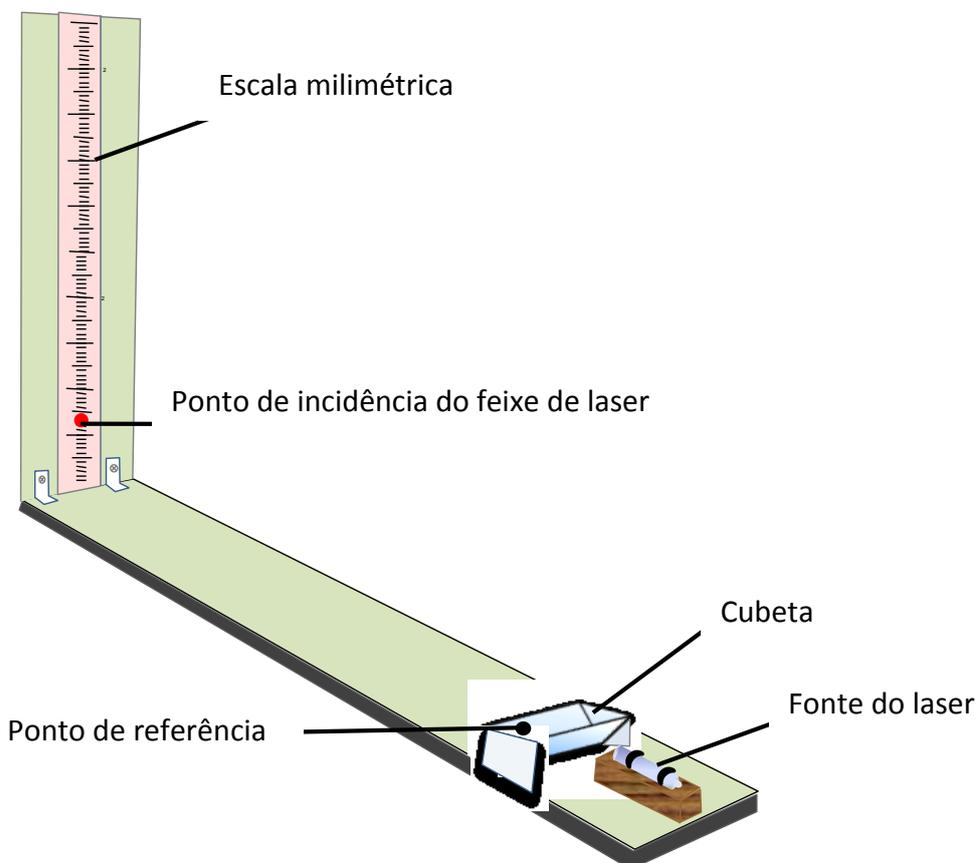

Figura 8
A. Instruções para a montagem do refratômetro de acordo com a Figura 8
A.1. Ligue a fonte de laser (ID #13) e ajeite-a sobre a base de madeira principal de modo que o feixe coincida com o centro da escala milimetrada, como mostrado na **Figura 8**.
- A cubeta deve ser colocada sempre na mesma posição para as medidas. Para isso, um ponto de referência foi pintado sobre um dos lados da cubeta (**Figura 8**).